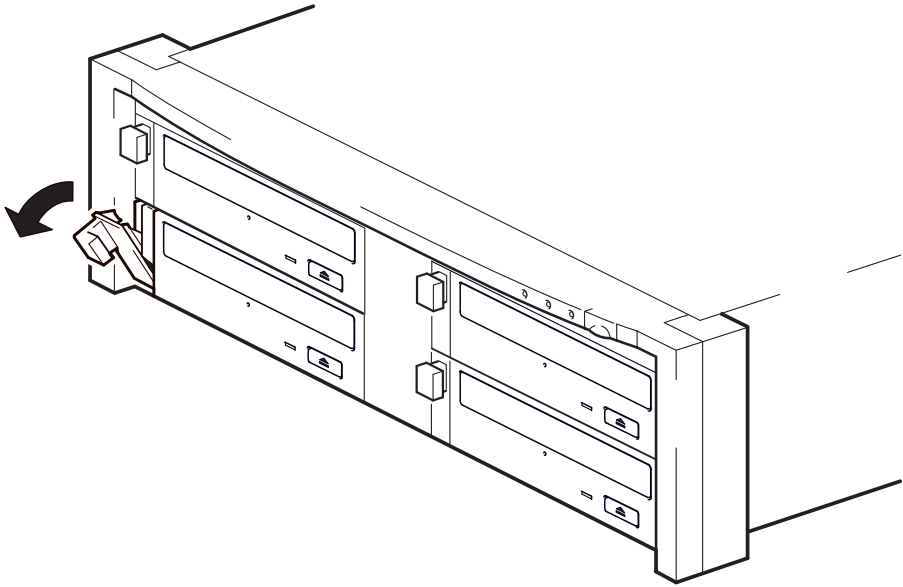

Abbildung 5a: Herausziehen des Ausziehhebels
- 1** Ziehen Sie den Ausziehhebel des zu ersetzenden Laufwerks vollständig heraus (siehe Abbildung 5a).